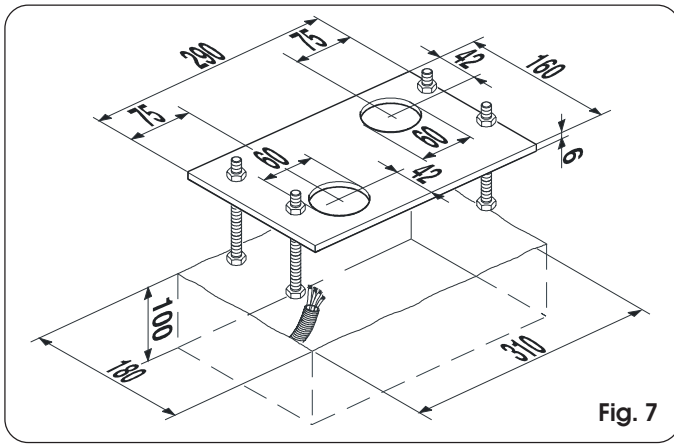

Fig. 7
- 3) Realice una base de cimentación tal y como se indica en la Fig. 7 y ponga en obra la placa de cimentación previendo una o varias vainas para el paso de los cables eléctricos. Compruebe la perfecta horizontalidad de la placa con un nivel. Espere a que fragüe el cemento.